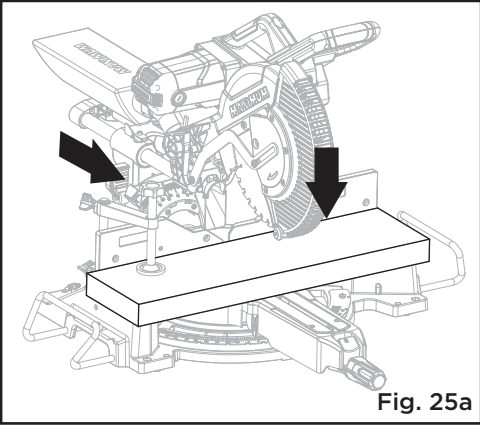

Fig. 25a
**COUPES EFFECTUÉES PAR COULISSEMENT DE LA TÊTE DE SCIE (Fig. 25a - 25b)**